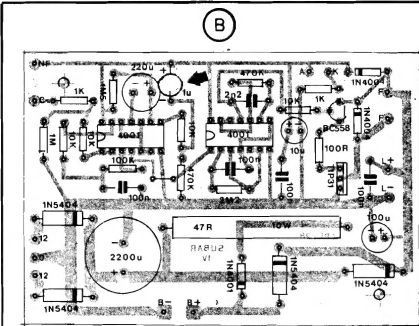
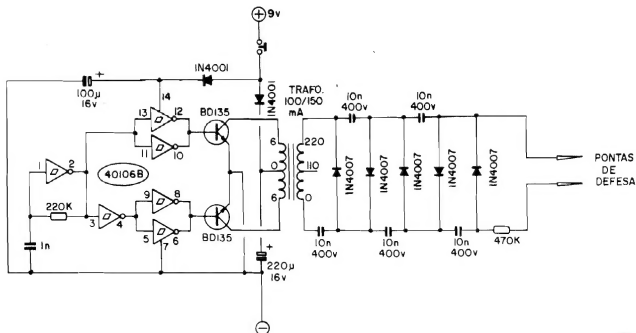

Fig. 4
Fig. 1
-(01) - O não "resetamento" automático do MONOESTÁVEL (estruturado em torno dos **gates** delimitados pelos pinos 11-12-13 e 8-9-10 do primeiro 4001B do circuito...) ocorre justamente porque o trafo não está sendo "capaz" de suprir o surto inicial de Corrente, ao ser ligado o aparelho! Uma "saída" para remediar isso (e prevenir falhas no "resetamento" automático inicial), é simplesmente **aumentar** o valor do capacitor (original 100n) que fornece a temporização do pulso de "resetamento"... A fig. A mostra, em esquema, a posição do citado capacitor (dentro do círculo tracejado, e apontado pela seta...), já com o valor **aumentado para 1u**. Note que, tratando-se agora de um eletrolítico, há que se respeitar a polaridade do dito cujo, conforme indicada na figura... Para simplificar ainda mais a sua interpretação (e dos demais Leitores interessados no assunto...), a fig. B mostra o "chapeado" da SUBAR-IV, já com a alteração do dito componente... Respetivamente as figs. A e B referem-se aos diagramas originais mostrados nas figs. 1 - pág. 24 e fig. 4 - pág. 26, de APE 28...
-(3) - O aquecimento excessivo no TIP31 **também** é, em parte, fruto da insuficiência de Corrente, já que o tal "ronco" que Você ouve, superposto ao sinal normal da sirene, coloca o dito transistor em zona não desejada de amplificação, fazendo com que o dito cujo dissipe muito mais Potência do que seria natural com a disposição circuital adotada (em vez do TIP31 trabalhar ou completamente "ligado", ou completamente "desligado", ele está atuando na sua região linear, sempre "meio ligado", redundando no sobreaquecimento...). Mesmo assim, sanado o problema do transformador, é sempre bom dotar o transistor de potência de um conveniente dissipador... Note, inclusive, o seguinte: embora o tal dissipador não tenha sido diretamente mencionado na LISTA DE PEÇAS, no esquema (fig. 1 - pág. 24 - APE 28) mostra, nitidamente, o **círculo tracejado** em torno do símbolo básico do TIP31! Essa simbologia - como o sabem os Leitores/Hobbyistas assíduos - indica a **necessidade** de se forçar a irradiação do calor emanado pelo componente, através de dissipador a ele acoplado!
O presente circuito (mostrado em esquema na fig. 1) traz o proje-